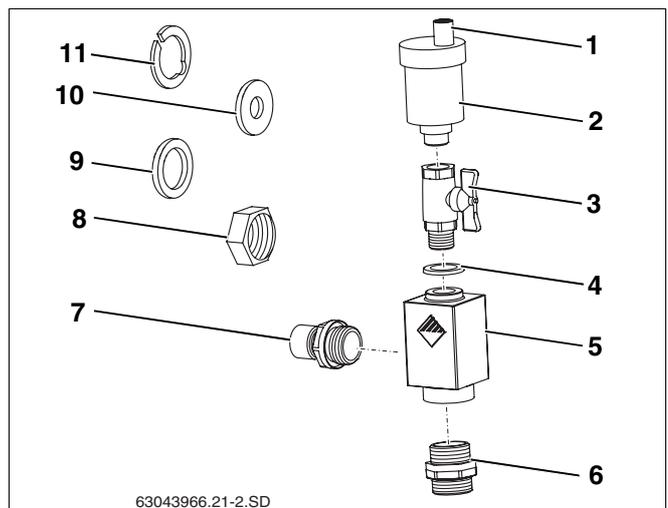

Fig. 59 Kit universale per disaeratori
Aperto la vite di chiusura viene disaerato l'impianto solare. Affinché non possa penetrare umidità nell'impianto solare attraverso la vite di chiusura aperta, durante il funzionamento il cappuccio di protezione (fig. 59, **pos. 1**) deve essere sempre posto sopra la vite di chiusura.
#### Volume di fornitura del kit universale per disaeratori (fig. 59):